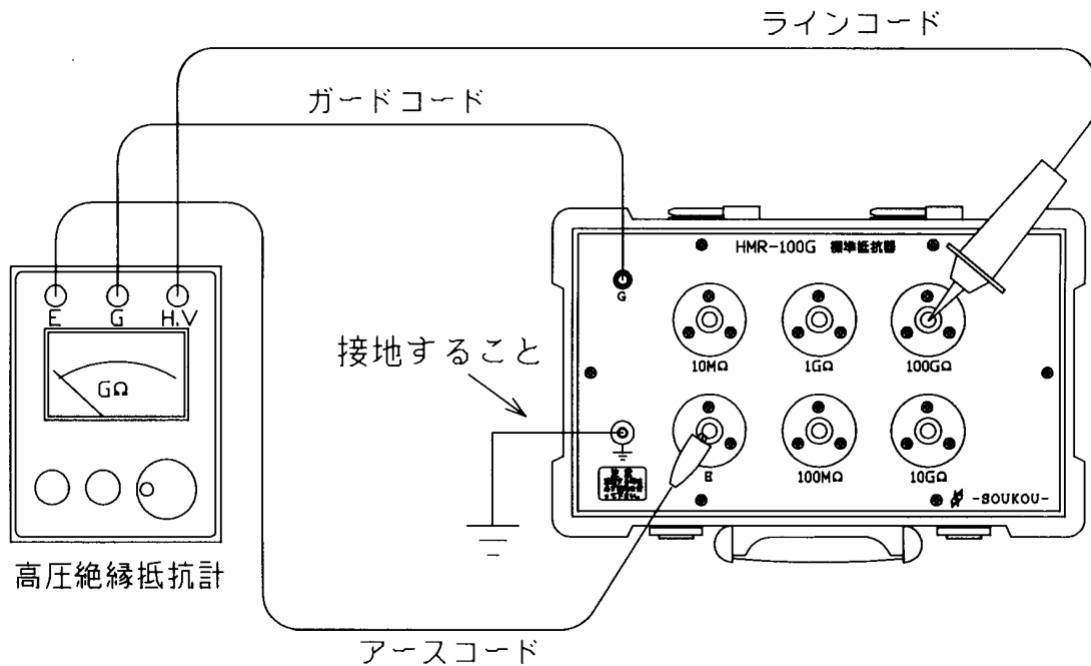

図1：接続方法
- 1) 本器と高圧絶縁抵抗計を下記の(図1)のように接続して下さい。